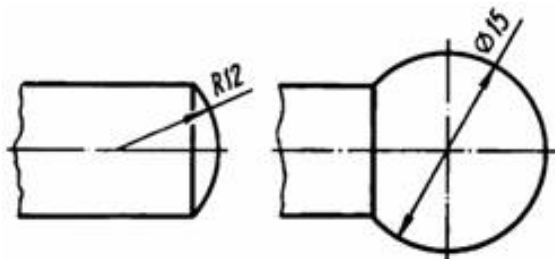

Рис. 5
- При указании размера диаметра (во всех случаях) перед размерным числом наносят знак « \varnothing » (рис. 5). Если на изображении трудно отличить сферу от других поверхностей, то перед размерным числом диаметра (радиуса) допускается наносить слово «Сфера» или знак «O», например, «Сфера $\varnothing 18$ », «O R 12». Диаметр знака сферы равен высоте размерных чисел;